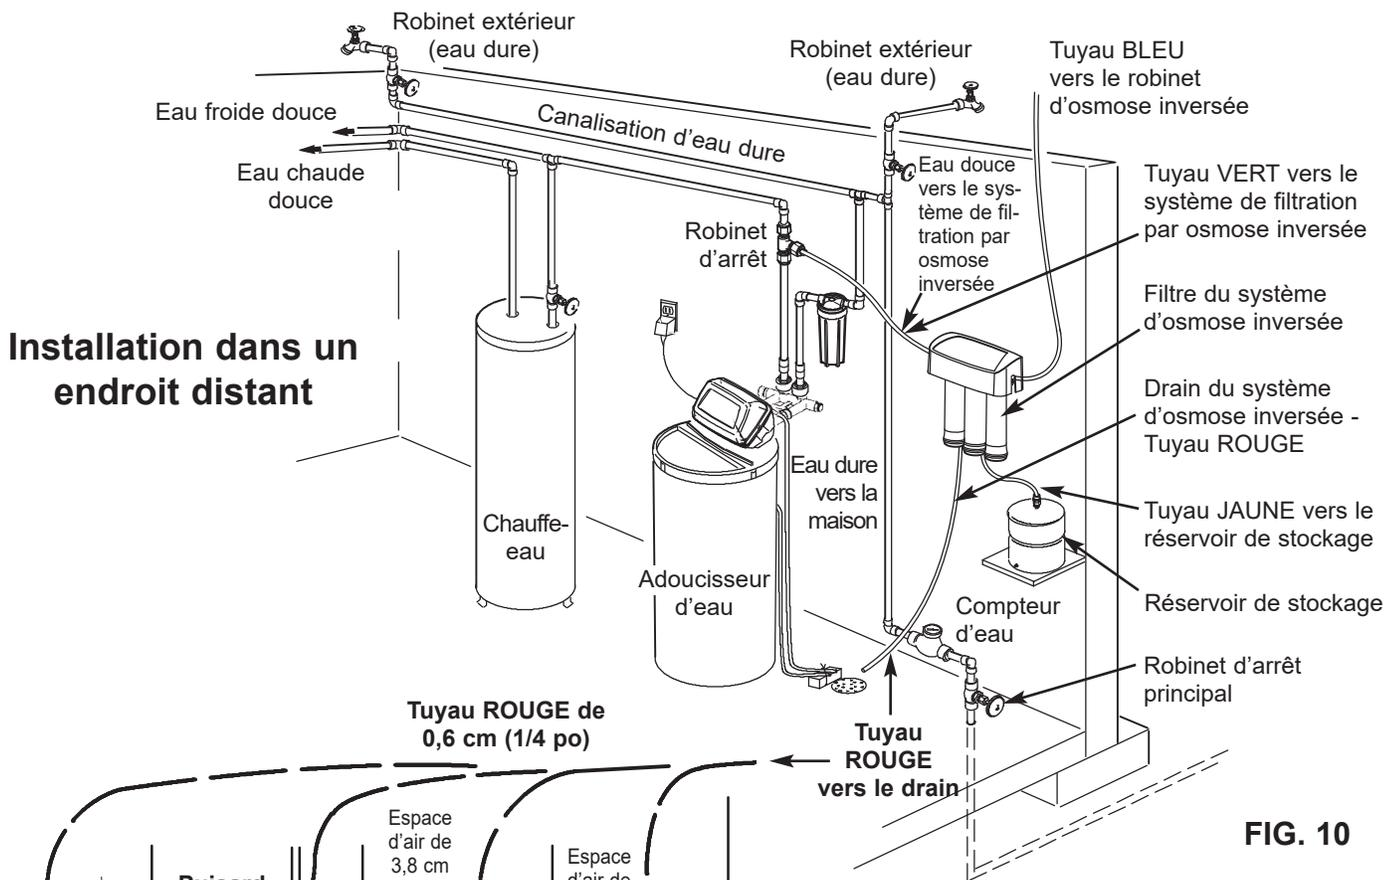

FIG. 10
Le tuyau d'évacuation de l'osmoseur débouche alors directement sur un collecteur, tel qu'illustré par les Figures 10 et 11. Cette option s'applique souvent aux installations en un lieu éloigné.
1. Repérez le tuyau rouge de 0,6 cm (1/4 po) sur le filtre du système de filtration par osmose inversée. Voir la figure 10.